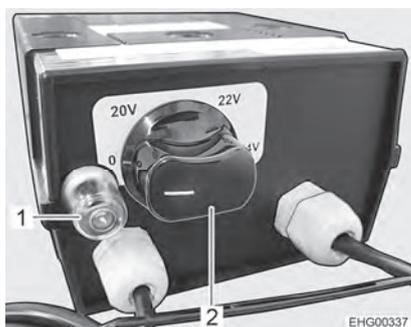

Fig. 126 Régulateur du chauffage électrique du plancher
- Tourner le bouton tournant (Fig. 126,2) sur la température souhaitée.
- Tourner le bouton tournant (Fig. 126,2) sur la position "0".
Quand le régulateur est surchargé, la protection contre les surcharges se déclenche. La goupille (Fig. 126,1) sort de son logement.
- Enfoncer la goupille (Fig. 126,1) de la protection contre les surcharges, une fois que le régulateur est refroidi.